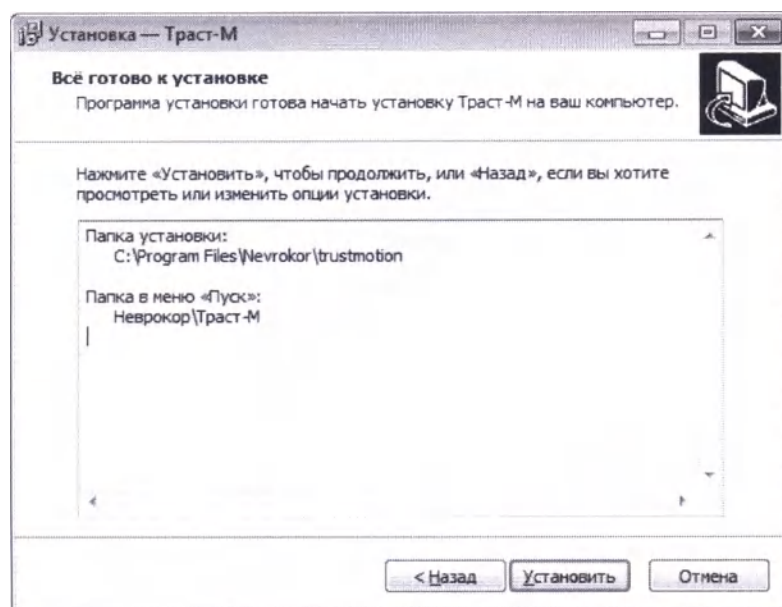

Рис. 1.6. Окно начала установки программы
- 7.7.6. В окне начала установки (см. Рис. 1.6) проверьте параметры установки и нажмите **Установить** для начала установки.